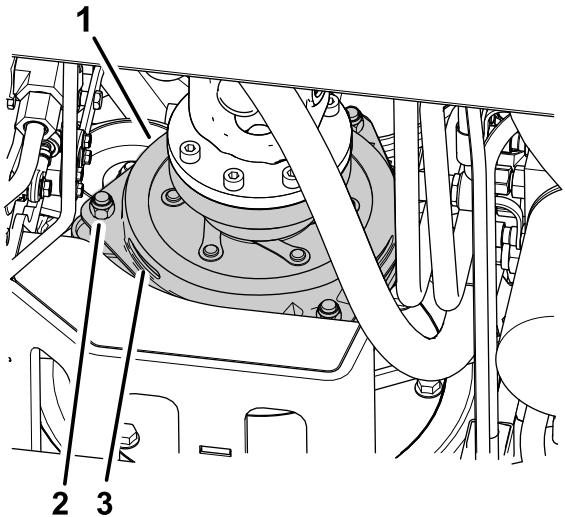

Figura 75
3. Ajuste la holgura hasta que pueda deslizar una galga de 0,3 mm entre la guarnición del embrague y la placa de fricción con una ligera presión (Figura 75).
**Nota:** La holgura puede reducirse girando las tuercas de ajuste en sentido horario (Figura 75). La holgura máxima es de 0,6 mm. Ajuste las 3 holguras a 0,4 mm.